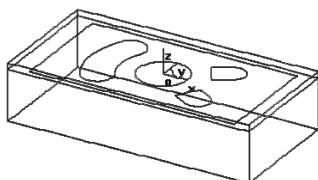

图 2-38 设置的工件
2) 设置毛坯形状为立方体, 选中“两点方式”, 设置“基准点”与“大小”。勾选“显示毛坯”, 可以在显示窗口中以线框形式显示毛坯, 单击“定义毛坯-世界坐标系 (.sys.)”对话框中的“确定”按钮, 完成加工工件设置, 如图 2-38 所示。